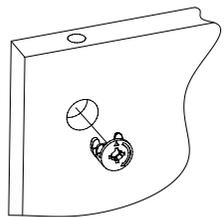

Рис.1
1. Вставьте головки минификсов в соответствующие отверстия деталей 2, 3, 4, 5, 6, 7 (Рис. 1).